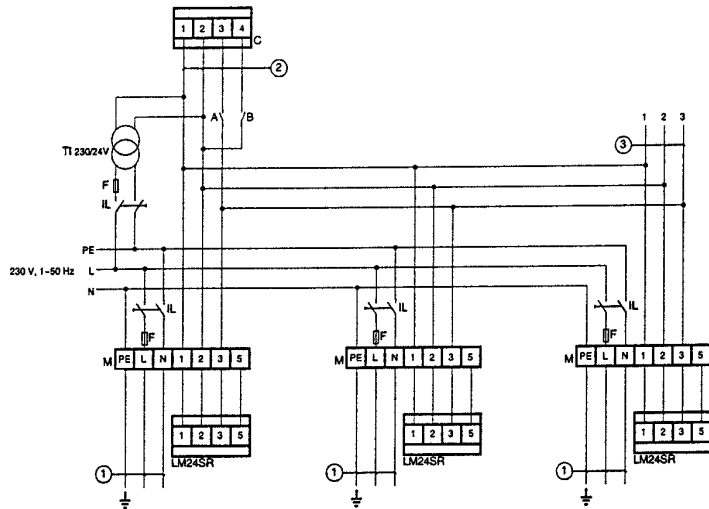

Рис.9
7. Электрические соединения должны быть выполнены в соответствии со схемами, приведенными выше (Рис.9).